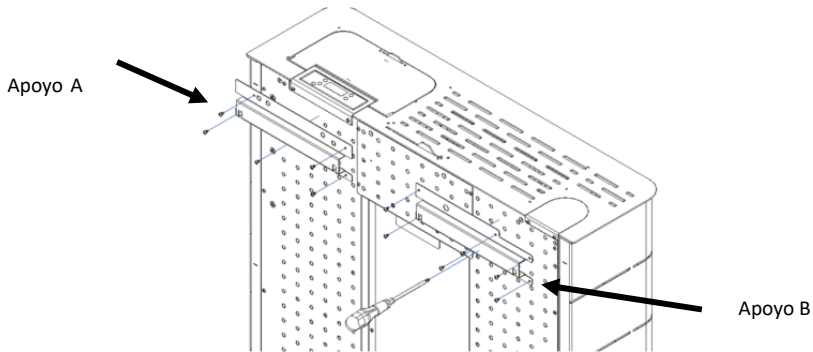

Figura 101 - Fijación de los apoyos A y B
a) Fije las canaletas de apoyo A y B en el equipo utilizando 11 tornillos A, tal como se muestra en la Figura 101 (preste atención a la posición de los apoyos).